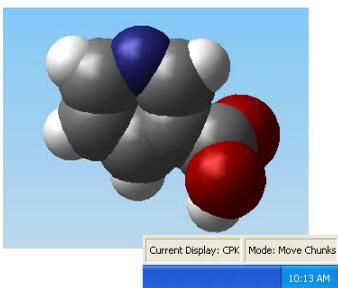

Рис.8. Атомное представление молекулы в CPK режиме.
**CPK.** При выборе CPK из Display Menu атомы и части будут отображаться в виде цветных сфер (рис.8) с размером, равным 0,78 их VdW радиуса, соответствующего контактному усилию приблизительно 0,1 pN (нано ньютон) с соседними несвязанными атомами. В CPK режиме связи не отображаются. Если не выделены атомы или части, то щелчок по этой кнопке изменит статус отображения модели (Model Display Status) на режим CPK. Все атомы или части перейдут в режим отображения CPK.